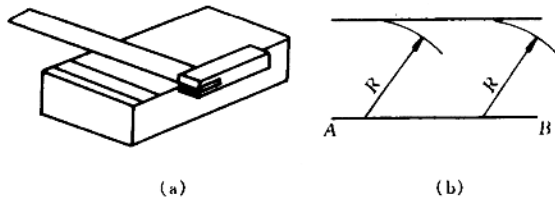

图 2-6 划平行线
(1) 平行线划法
①用靠边角尺推平行线 如图 2-6 (a) 所示, 将角尺紧靠工件基准边, 并沿基准边移动, 用钢尺度量尺寸后, 沿角尺边划线。
②用作图法划平行线 如图 2-6 (b) 所示, 以已知平行线之间的距离 R 为半径, 用划规划两圆弧, 作两圆弧公切线即得。